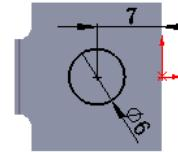

图 12.7.7 横断面草图
② 定义横断面草图。在草图环境中绘制图 12.7.7 所示的横断面草图。
(3) 定义切除深度属性。在“切除一拉伸”对话框**方向1**区域的下拉列表中选择**给定深度**选项，选中**与厚度相等(L)**复选框与**正交切除(N)**复选框。其他选择默认设置值。
(4) 单击√按钮，完成切除一拉伸1的创建。